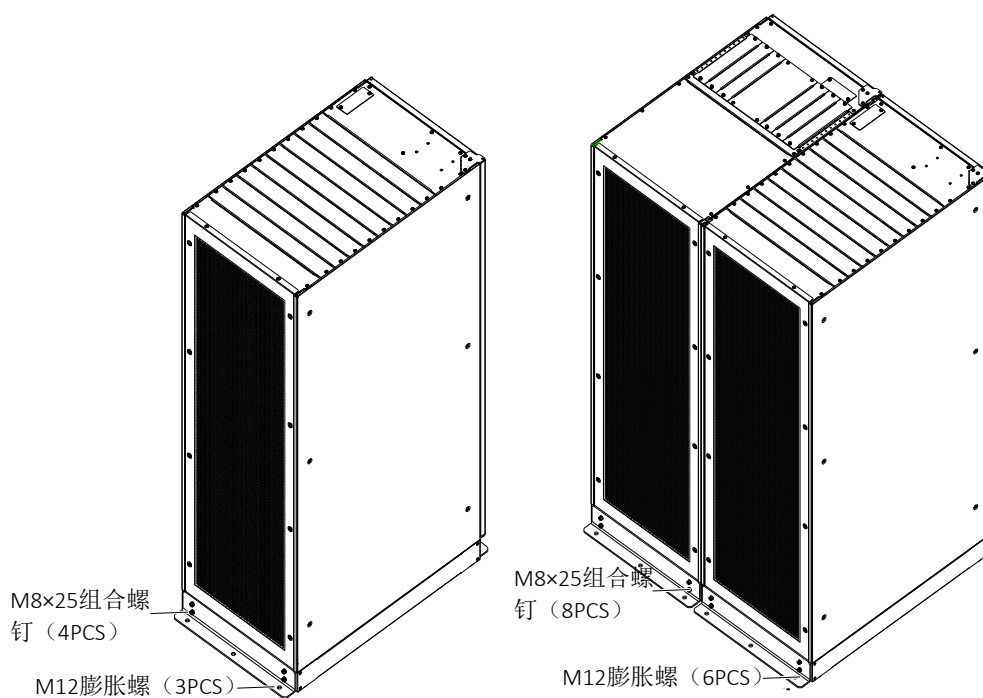

图 8-1 地震选件安装示意图 (背面安装)
1. 用 M8×25 组合螺钉将地震选件安装在机柜背面底部的相应安装孔中，然后用 M12 膨胀螺栓将地震选件固定在地板上，如图 8-1 所示。